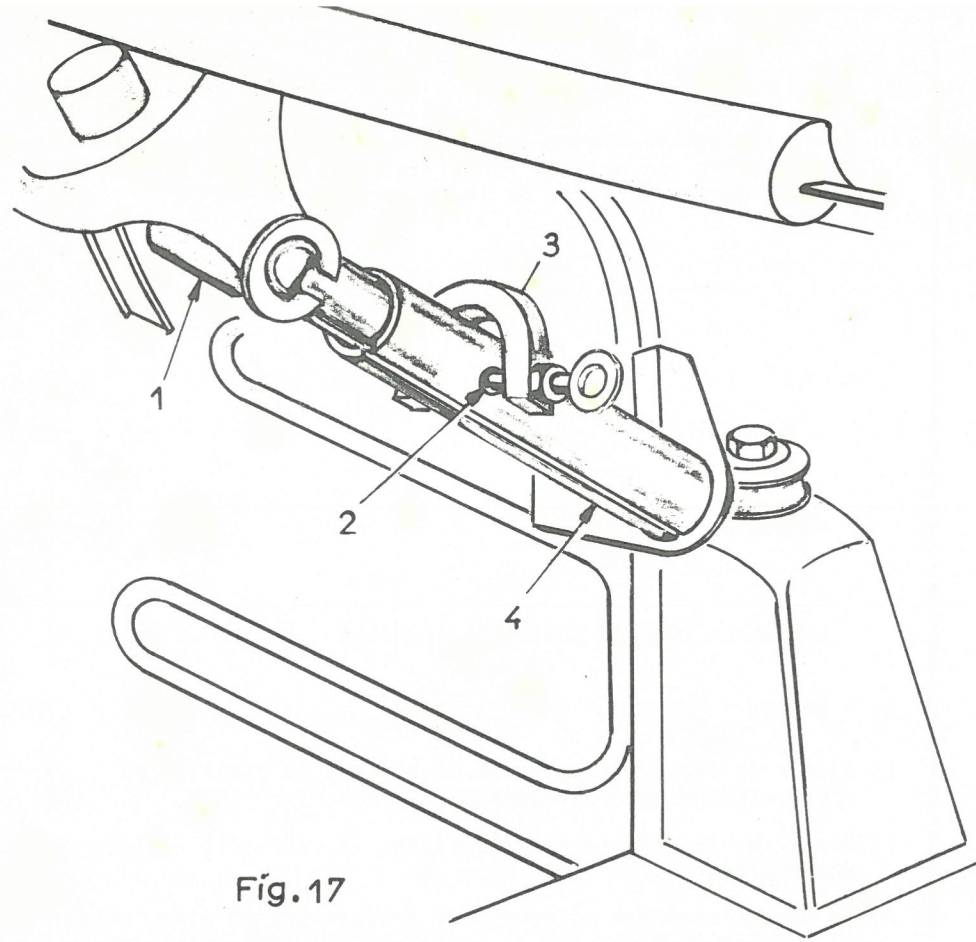

Fig. 17
- REMPLACEMENT du RESSORT d'un COMPENSATEUR du COUVERCLE de MALLE - (Fig. 17 - 17 bis - 18).
- 1) Ouvrir le couvercle de malle et le maintenir de manière à faire coïncider les deux trous (2) percés dans les tubes supérieur et inférieur du compensateur.
- 2) Présenter l'arrêteoir spécial (3) - Fig. 17 bis.
Fig. 17 bis